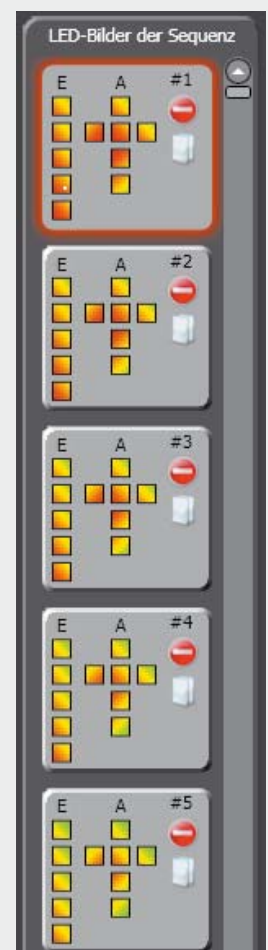

Bild 4: Die Bildertiste einer Sequenz. Von hier aus ist auch bequemes Kopieren von Bildern, z. B. zur weiteren Bearbeitung, möglich.
Rechts daneben (Bild 4) erfolgt die Anzeige aller Einzelbilder der jeweils angewählten (rot umrandeten) Sequenz, einmal in der Aufsicht auf die einzelnen Ebenen (E), einmal in der Ansicht von allen Seiten (A). Diese intuitive Voransicht macht das Beurteilen von z. B. umlaufenden Buchstaben, Laufschriften oder Mustern einfacher, man benötigt so nicht zwingend den LED-Würfel während des Programmierens. Rechts unter der Nummer des Bildes befinden sich zwei Buttons zum Löschen des Bildes aus der Sequenz und zum Kopieren und Einfügen des Bildes auf die nächste Stelle der Sequenz.